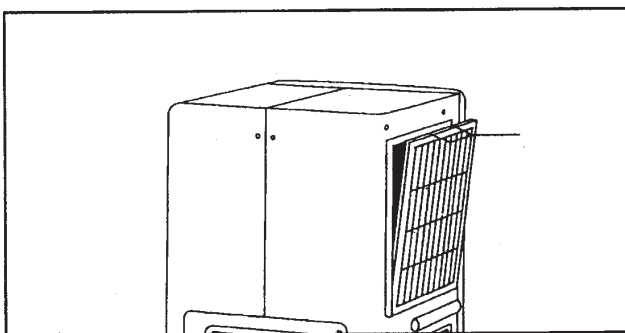

Рис.6.1
- Откройте крышку фильтра с левой стороны кондиционера и извлеките фильтр из установочного отверстия на внутреннем блоке (рис.6.1)